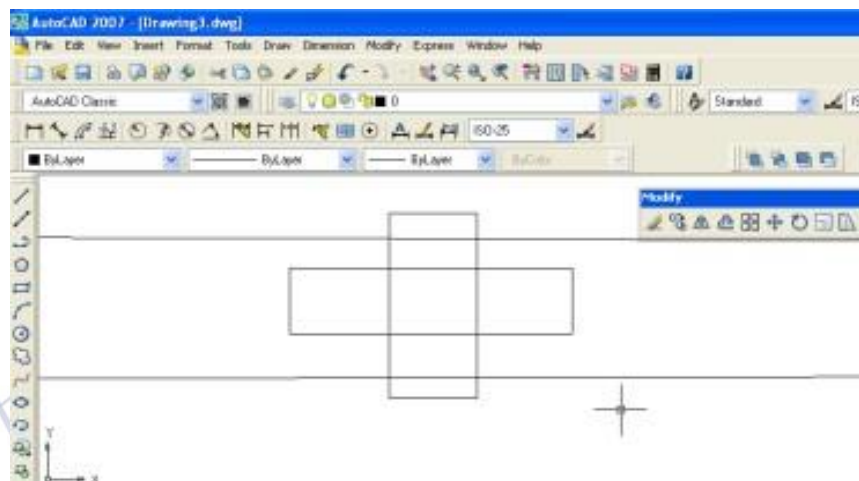

Figura 2.90. Líneas auxiliares para definir los límites de corte.
- Trazar dos líneas auxiliares (ver figura 2.90) que marcarán los límites para cortar al objeto.